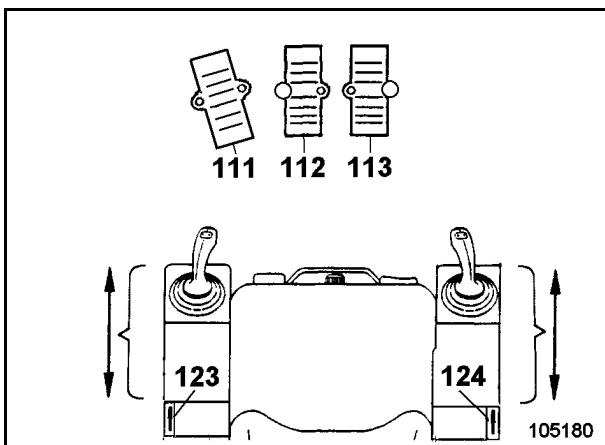

Fig. 2-21
- Maschine anhalten, dazu die Fahrpedale (112 und 113, Fig. 2-21) loslassen, sie kehren in 0 – Stellung zurück.